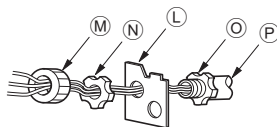

Fig. 6-3
- 3 Défaire 3 crochets. (Fig. 6-3)